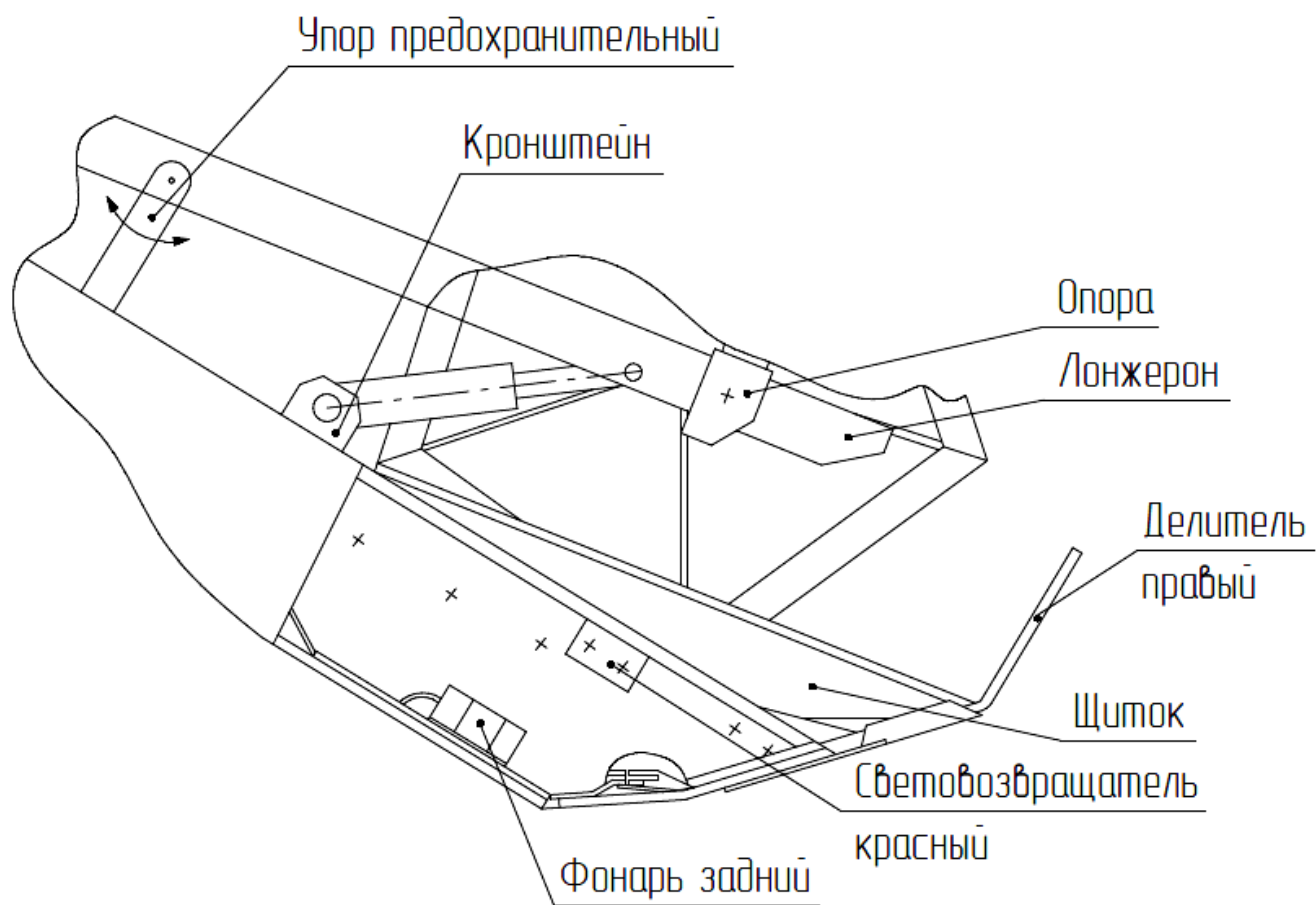

Рисунок 2.5 – Установка правого делителя
2.3.8 Установите правый делитель со щитком (рисунок 2.5).